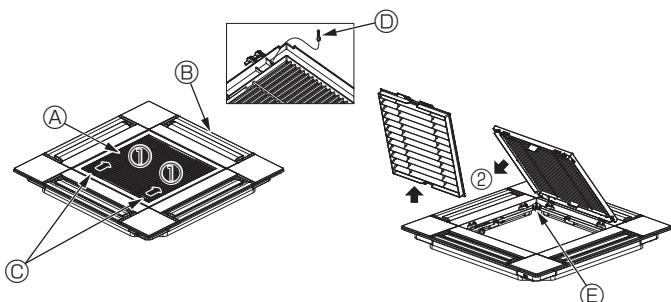

Fig. 10-3
10.2.1. Verwijderen van de gril van de inlaatopening (Fig. 10-3)
- Schuif de hendels in de richting van pijl ① om de gril te openen.
- Verwijder nu het scharnier van de gril van de inlaatopening zoals aangegeven door de pijl ②, terwijl de gril in de geopende positie staat.